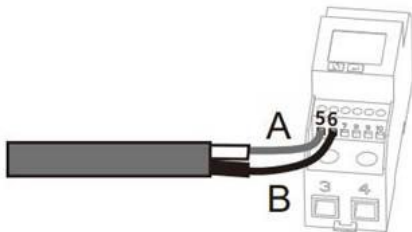

Abb. 32. Anschluss an SDM230
8. Anderes Kabelende mit Aderendhülse bestücken und an die Kontakte des Smart-Meters anklemmen. Schraubendreher Typ: PH0, Drehmoment: 0.7Nm. Siehe Abb. 32